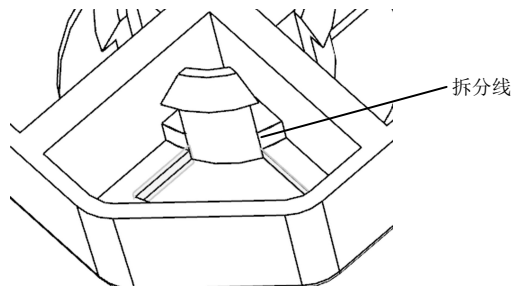

图 3-8 拆分扣位侧面的另一个位置
(14) 采用相同的方法，拆分扣位侧面的另一个位置，如图 3-8 所示。